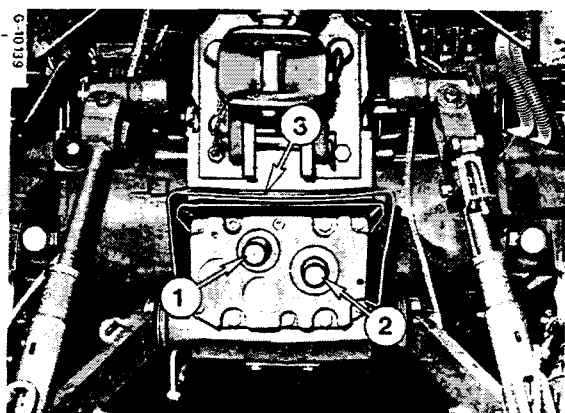

Figure 25
ATTENTION : On ne peut accoupler à un arbre de prise de force prévu pour tourner à grande vitesse (1000 tr/mn) (1) - Figure 25 - que des outils conçus pour fonctionner à ce régime de rotation. Si l'on accouple à une prise de force tournant à grande vitesse (1000 tr/mn) des outils conçus pour fonctionner à 540 tr/mn le matériel risque d'être endommagé, car l'instrument fonctionnera en sur-vitesse.
Lorsque vous ne les utilisez pas, recouvrez les arbres de prise de force à l'aide des chapeaux de protection (1 et 2) Figure 25.